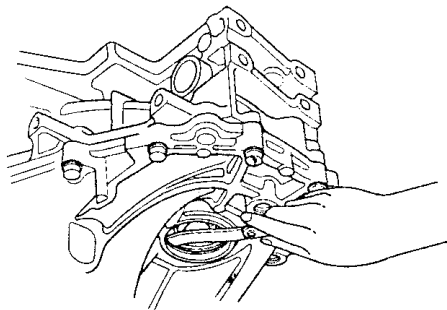

图 4-128 测量 80mm 调整垫片与轴承外圈之间的间隙
- 5) 如图 4-128 所示，测量变速器壳体中 80mm 调整垫片与轴承外圈之间的间隙。其间隙标准值：0~0.10mm。